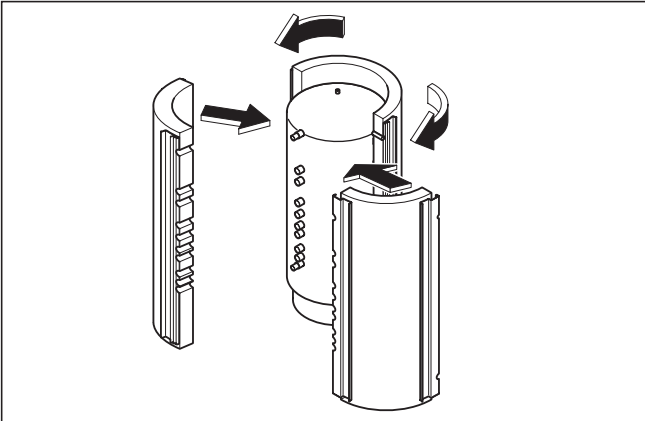

Рис. 4.4 Установка изолирующих оболочек
- Обмотайте большую (переднюю) изолирующую оболочку спереди вокруг многофункционального накопителя, как это показано на рис. 4.4.